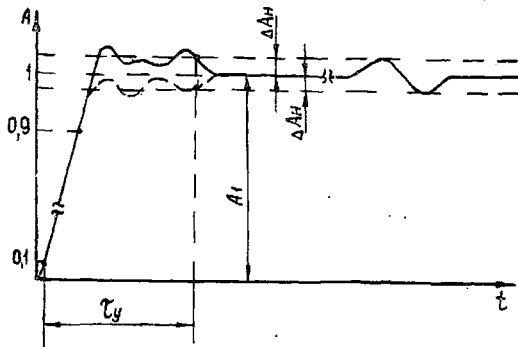

Рис. 8.
12.3.3.4. Определение параметров переходной характеристики — время нарастания переходной характеристики ( $t_r$ , рис. 8) тракта вертикального отклонения определяется во всех калиброванных положениях переключателя «V/ДЕЛ» путем подачи на вход тракта вертикального отклонения среднего испытательного импульса от генератора ТР-0306 (длительность не менее 35 нс).
— проверка величины выброса на переходной характеристике (AA рис. 8) тракта вертикального отклонения производится во всех калиброванных положениях переключателя «V/ДЕЛ» путем подачи на вход тракта вертикального отклонения среднего испытательного импульса от генератора ТР-0306 (длительностью не менее 35 нс). Проверка производится импульсами положительной или отрицательной полярности.
— проверка неравномерности переходной характеристики ( $\Delta A^m$  рис. 8) производится во всех положениях переключателя «V/ДЕЛ» путем поочередной подачи на вход тракта вертикального отклонения длительного испытательного импульса от генератора TP-0306 (длительность не менее 87,5 нс).
— проверка времени установления переходной характеристики ( $\tau_y$  рис. 8) производится во всех калиброванных положениях переключателя «V/ДЕЛ» путем подачи на вход тракта вертикального отклонения длительного испытательного импульса от генератора ТР-0306 (длительность не менее 87,5 нс).